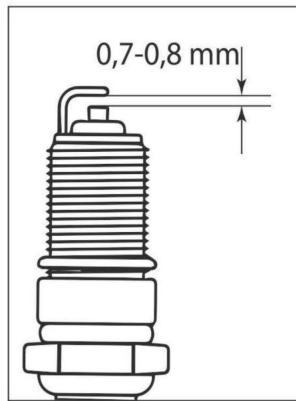

Fig. 27
7. Controleer de afstand tussen de aardelektrode en de middenelektrode met behulp van een Speciale sonde. Stel indien nodig de afstand in op 0,7-0,8 mm (fig. 27).